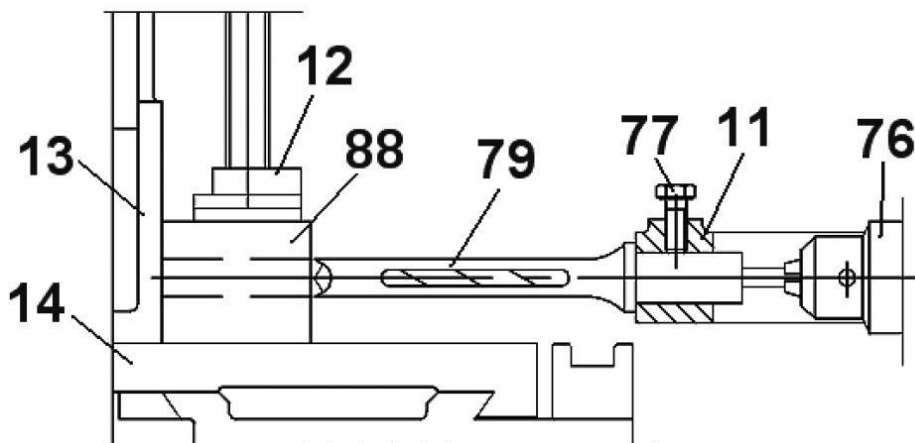
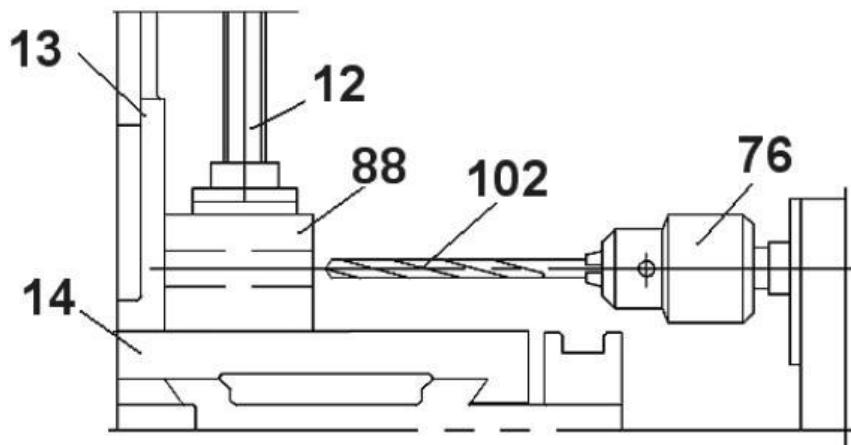

Рис. 31
Рис. 32
- Для выборки отверстий, гнёзд и пазов прямоугольной формы, по предварительной разметке, установите заготовку (88) (Рис. 31) вплотную к упорной стойке (13) (Рис. 31) и надёжно закрепите на рабочем столе (14) (Рис. 31) прижимным устройством (12) (Рис. 31).
- Установите и закрепите держатель (11) (Рис. 31). В сверлильном патроне (76) (Рис. 31) закрепите сверло пазовальной насадки (79) (Рис. 31). В отверстие держателя (11) (Рис. 31) установите и закрепите винтом фиксации (77) (Рис. 31) долото пазовальной насадки (79) (Рис. 31). Расстояние между режущими кромками сверла и долота пазовальной насадки (79) (Рис. 31) должно составлять 0,8-1,6 мм.
- Скорость подачи заготовки (88) (Рис. 31) определяется ручным усилием оператора и зависит от ширины и глубины выборки, от степени влажности и плотности древесины.
- Долото пазовальной насадки (79) (Рис. 31) установите так, чтобы паз в долоте выводил опилки в уже вырезанную часть заготовки. При выполнении первоначальной части паза будьте внимательны и предотвратите возможное скопление внутри пазовальной насадки (79) (Рис. 31) стружки, что может вызвать повышенную нагрузку, как на режущем инструменте, так и на электродвигателе.
- При выполнении сверления демонтируйте пазовальную насадку (79) (Рис. 31) и держатель (11) (Рис. 31). В сверлильном патроне (76) (Рис. 31, 32) установите и закрепите сверло (102) (Рис. 32); установите и закрепление заготовку на столе.
- Продольное перемещение заготовки (88) (Рис. 32) производится ручкой 16 (Рис. 16), поперечное перемещение заготовки (88) (Рис. 32) производится ручкой (15) (Рис. 16), установка заготовки по высоте относительно режущего инструмента производится маховиком (18) (Рис.16).